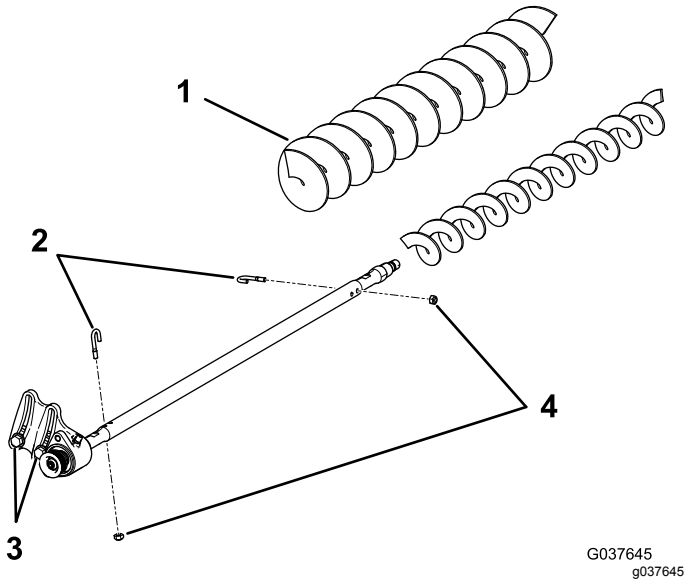

図 22
3. Jボルト2本とナットを外す (**図 22**)。
4. ブラシシャフトについている既存のブラシを抜き取る **図 22**。
5. 駆動側ベアリングハウジングをベアリングハウジング取り付けブラケットに固定しているボルト各2本とワッシャおよびナットをゆるめる 図 22。
6. グルーマシャフトに高刈りブラシブラシを通す 図 22。
7. 先ほど外した J ボルトとナット各 2 を使って、ブラシをシャフトに固定する 図 22。